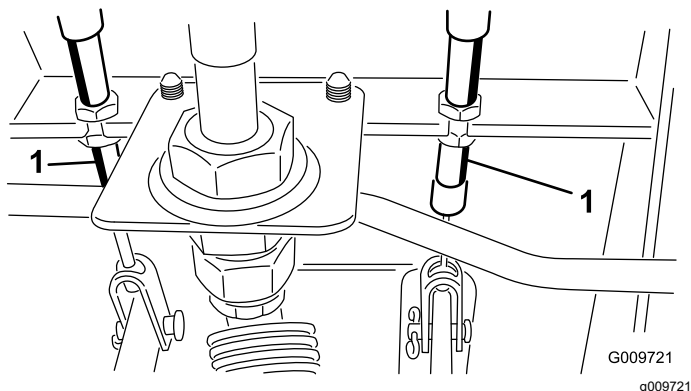

Bild 78
- A. Lockern Sie die vordere Mutter an der Gewindeseite des Bremszuges (Bild 78).